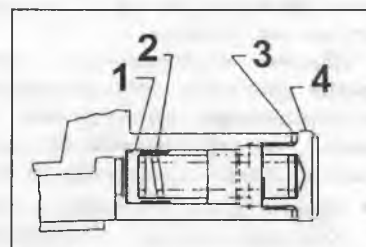

Рис. 91
мите заглушку (4), шайбу (3), пружину (2) и клапан (1) (Рис. 91), проверьте все элементы на степень износа и наличие повреждений, при необходимости замените поврежденный или изношенный элемент. Проверьте состояние скользящей поверхности клапана: смажьте клапан моторным маслом и, при вертикальном положении отверстия под клапан, опустите в отверстие клапан. Он должен плавно опускаться вниз под собственным весом. Замените клапан, если это условие не выполняется.